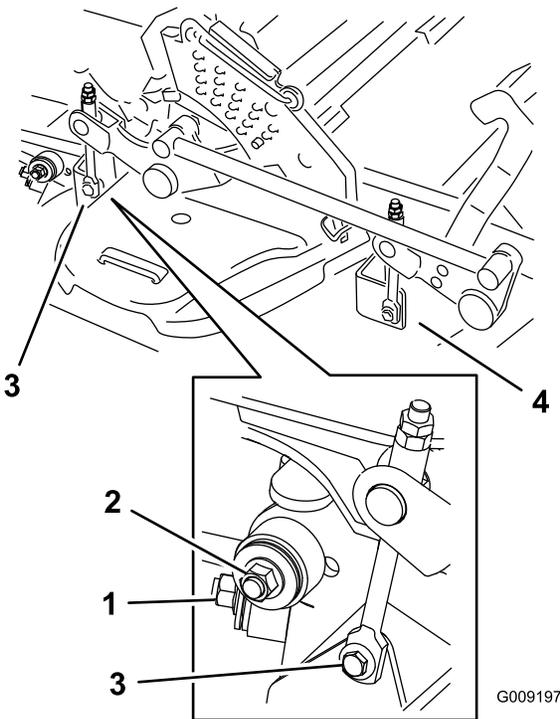
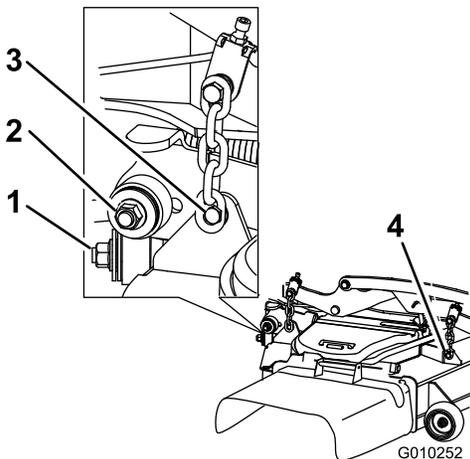

Figure 105
Figure 106
7. Enlevez et mettez de côté les fixations des deux côtés du tablier, comme montré à la Figure 105 ou Figure 106.